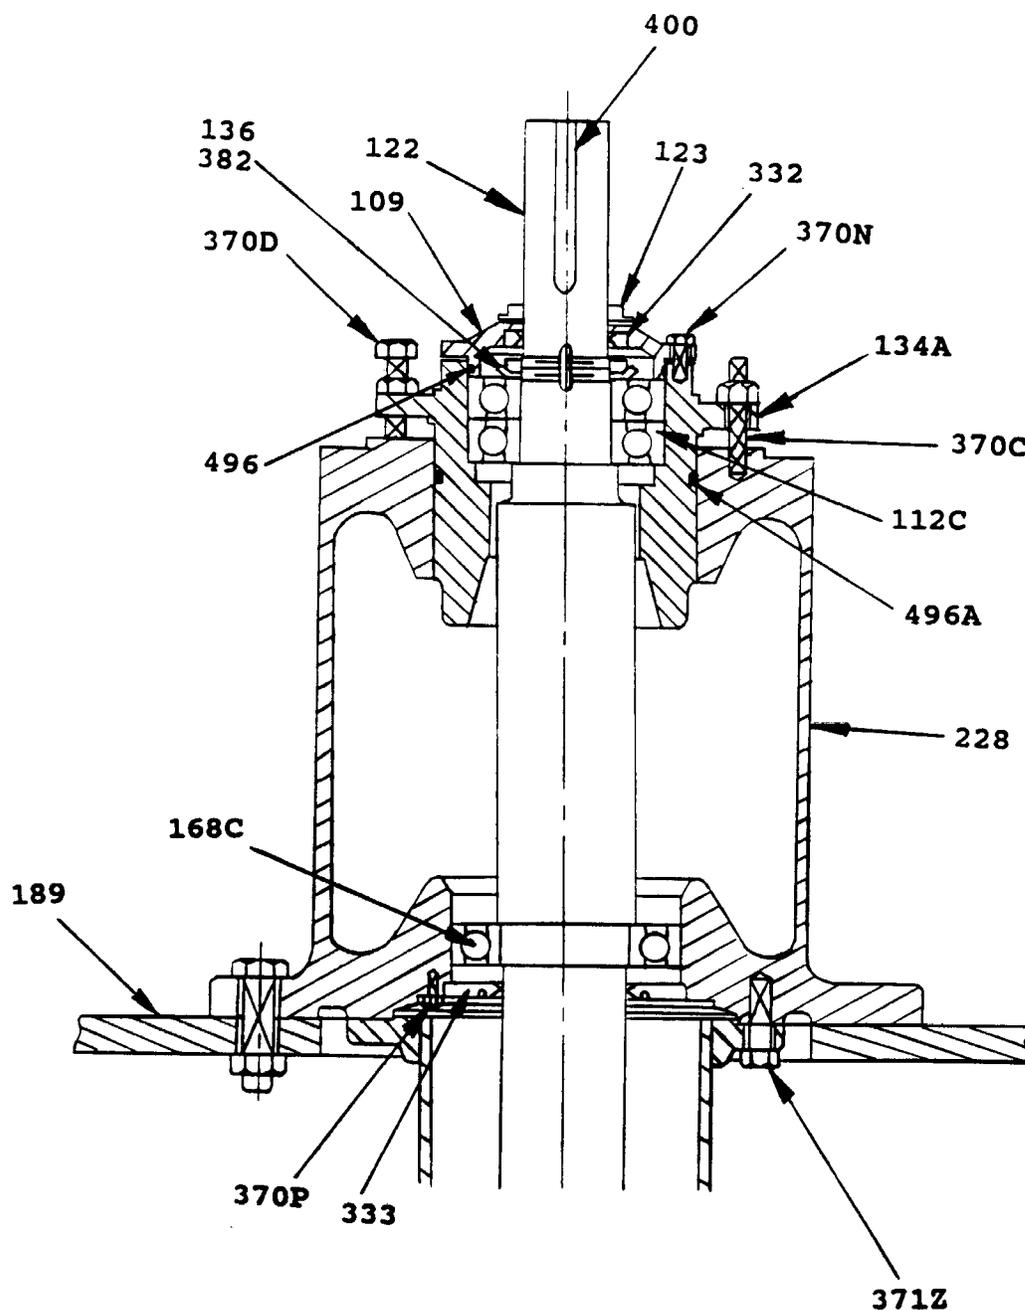

Figura 8. Alojamento do mancal VJC
6. Desaparafuse e retire a tampa da aspiração (182) e a camisa da tampa de aspiração (100B).
7. Com o eixo (122) preso, gire o impelidor (101) no sentido normal de rotação e desaparafuse-o do eixo. Para evitar dano ao eixo, coloque uma fita do tipo tape ao redor das roscas.
8. Desaparafuse estojos, porcas e parafusos (370 & 371H). Retire a carcaça (100) com junta de borracha (211).
9. Desaparafuse as porcas (370H) da bucha de redução (473) e retire da canalização da coluna. O acesso às porcas é feito através dos orifícios de segurança da canalização da coluna.
10. Deslize a luva do eixo (126) do eixo (122).
11. Desmonte a canalização da coluna (192) e a canalização de descarga (195).
12. Retire as porcas dos estojos de travamento do alojamento do mancal (370C). Consulte a Figura 8 da página 11.
13. Retire o alojamento do mancal e o conjunto do eixo da estrutura (228).
1. Limpe totalmente o eixo (122), verificando a existência de mossas e áreas de desgaste. Consulte a Figura 8 da página 11.
2. Pressione o selo externo (332) para dentro da tampa da extremidade externa (109), posicione o selo de modo que a projeção aponte para cima quando instalado com a bomba. Pressione o selo interno (333) para dentro da estrutura (226) com a projeção apontada para baixo e fixe com parafusos sextavados (370P).
4. Posicione a contraporca do mancal externo (136) e a arruela de pressão (382) de encontro ao ressalto do mancal e aperte firmemente somente após os mancais terem esfriado. Curve o "espigão" da arruela de pressão para dentro da ranhura da contraporca após a porca ter sido apertada.
6. Instale o alojamento do mancal (134A) sobre a extremidade do impelidor do eixo e puxe o mancal externo. Conecte a tampa da extremidade (109) com um selo retentor do tipo o-ring (496). Aperte os parafusos uniformemente de maneira que o mancal externo se assente adequadamente. Deve existir uma folga de aproximadamente 0,06" entre o flange da tampa da extremidade e o alojamento do mancal. Esta folga garante que o mancal fique livre dentro do alojamento do mancal.